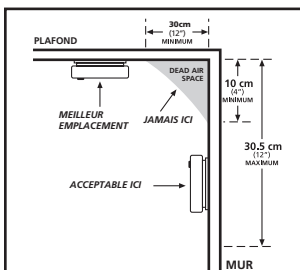

FIGURE 1
- En cas de montage d'un détecteur au plafond, positionnez l'appareil au minimum à 30 cm du mur. (voir Figure 1).
- En cas de montage mural, utilisez une cloison intérieure et placez le bord supérieur du détecteur au minimum à 10 cm et au maximum à 30,5 cm du plafond. (voir Figure 1).